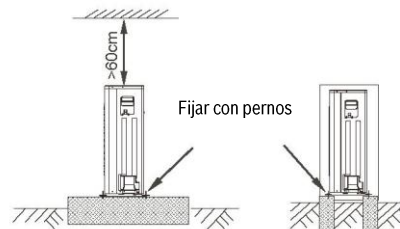

Fig. 6-6
- Preparar un fundamento de concreto según los datos técnicos de las unidades exteriores. (Véase fig. 6-6)
- Ajustar los pies de la unidad con pernos firmemente para prevenir que colapse, en caso de haber un terremoto o un fuerte viento. (Véase fig. 6-6)